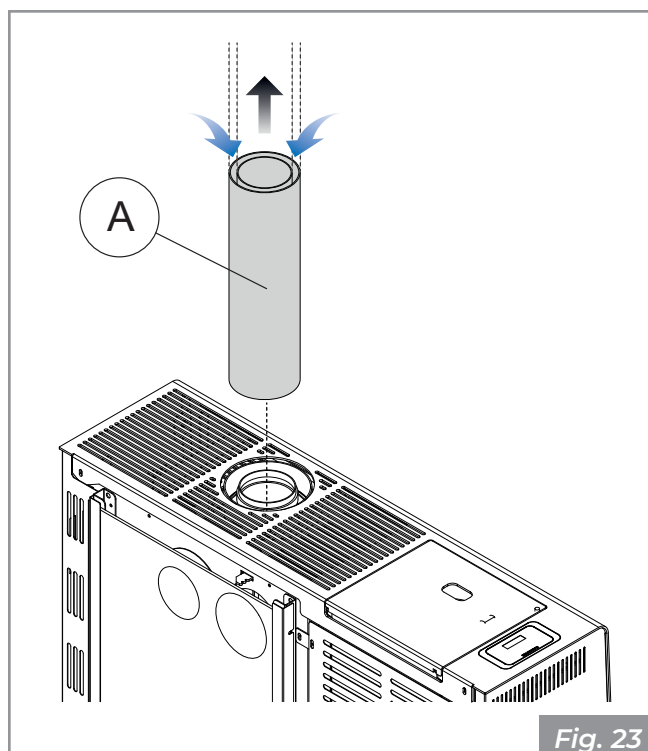

Fig. 23
- Collegare un tubo coassiale **(A)** poichè la stufa è già configurata di fabbrica per questo tipo di installazione **(Fig. 23)**